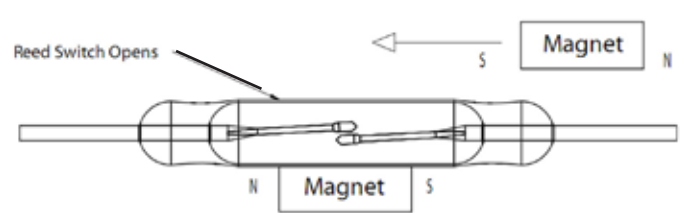

Abbildung 16. Ein Permanentmagnet mit entgegengesetzter Polarität, der in die Nähe des Reed Schalters und Vormagneten gebracht wird, öffnet die Kontakte.
- Verwendung eines Magneten: Sobald ein Permanentmagnet in die Nähe des Reed Schalters gebracht wird, schließen sich die Kontakte. Wenn der Permanentmagnet dann zurückgezogen wird, bleiben die Kontakte geschlossen. Der Permanentmagnet muss dann gedreht werden, um seine magnetische Polarität umzukehren. Wenn er dann wieder in die Nähe des Reed Schalters und Vormagneten gebracht wird, öffnet er die Kontakte (siehe Abbildung 16).